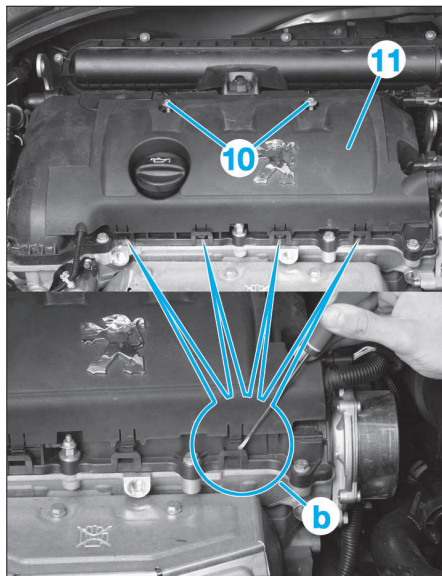
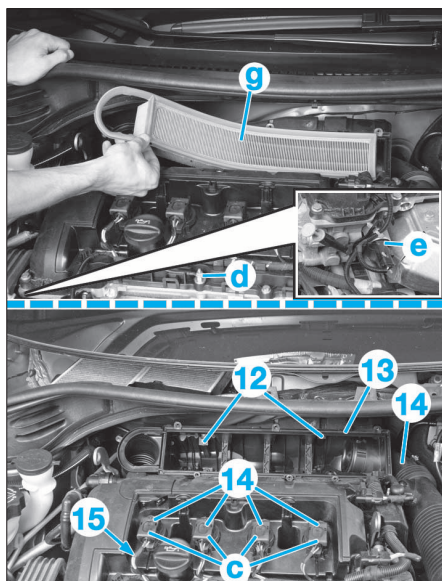

FIG. 50
FIG. 51
- Déposer les vis (10) (Fig.50).
- Déclipper en (b) le cache de style (11).
- Déposer l'élément filtrant (9) (Fig.51).
- les vis (12)
- le support (13)
- la cuve de filtre à air (14)